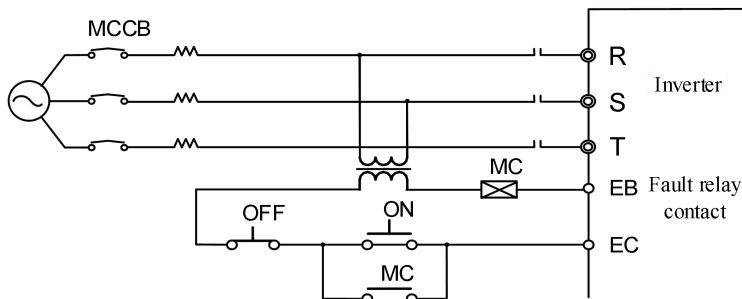

Рис.3-4 Подключение входного автоматического выключателя
- Когда MCCB используется с несколькими ПЧ или другими устройствами, подключите контакт выходного реле защиты ПЧ последовательно с катушкой контактора питания, как показано на рис.3-4, для отключения источника питания в соответствии с сигналом защиты.
Подключите электромагнитный контактор, соответствующий мощности ПЧ, как показано на рис. 3-4.